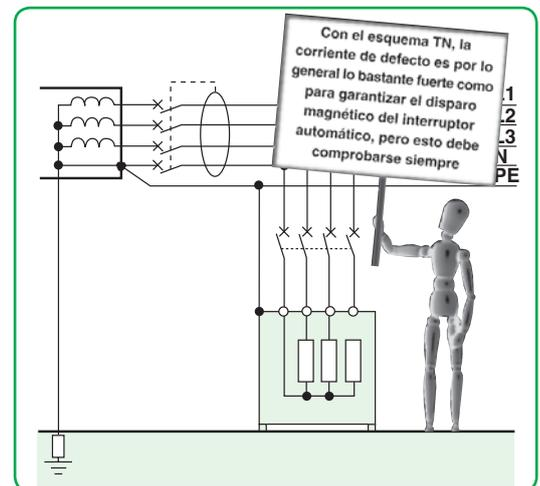

Fig. 2.12. Esquema TN-S.
**Esquema TN-S:** el conductor de neutro y el conductor de protección PE están separados (**fig. 2.12**).
Esta tensión es claramente superior a la tensión de seguridad  $U_L$ . Por lo tanto, es preciso cortar obligatoriamente (**fig. 2.12**).